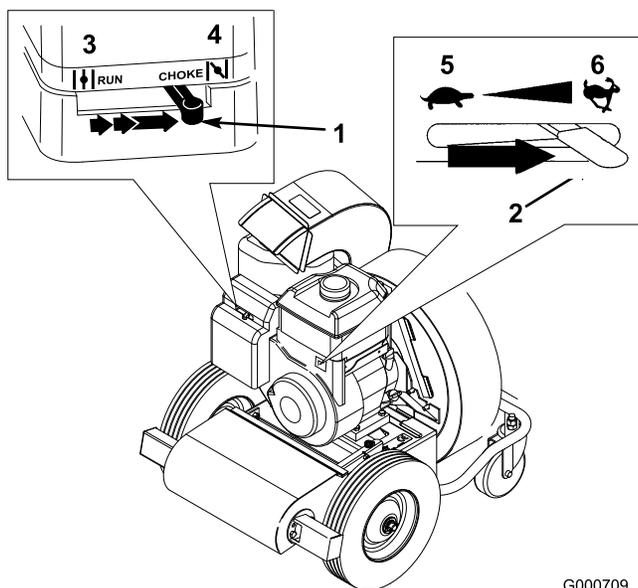

Figure 16
1. Placez la manette de starter (située à gauche du moteur) à la position "Choke" (Figure 16).
2. Placez la manette d'accélérateur (située à droite du moteur) à la position régime rapide (Figure 16).
4. Lorsque le moteur commence à chauffer, amenez progressivement la manette de starter en position hors service (Figure 16).
Repoussez la manette d'accélérateur complètement à gauche à la position de régime ralenti (Figure 16).